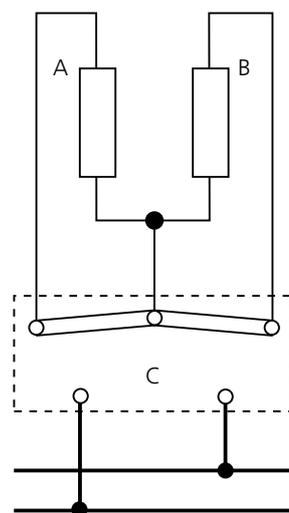

Fig. 9: Posición de paro.
- 1. Paro:** en esta posición de los conmutadores, las resistencias A y B no tienen circulación de corriente (fig. 9).